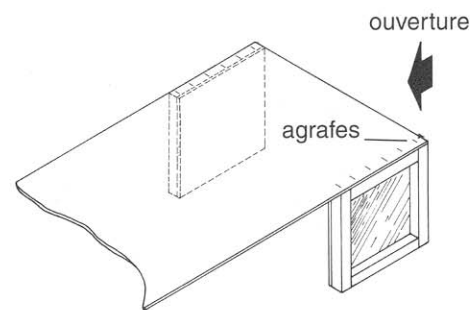

Figure 3.
8. Choisir l'endroit où sera l'ouverture de la caisse; à partir d'un premier côté de l'ouverture, commencer à coller et à agraffer (agrafes de 25 mm ou 1 po) le carton ondulé sur les cadres de cèdre (figure 3).